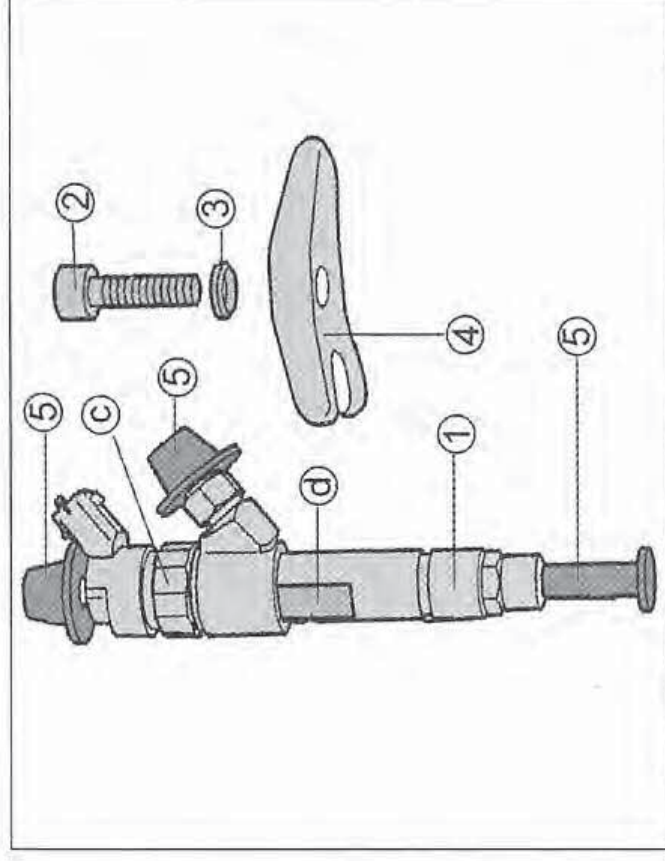

Bild 181
- Die Befestigungsweise der Düse ist in Bild 181 gezeigt. Wie aus dem Bild ersichtlich, wird das Klemmstück (4) mit einer Schraube (2) gehalten. Die Schraube(n) muss beim Einbau der Düse erneuert werden. Die Schrauben mit 30 Nm anziehen.